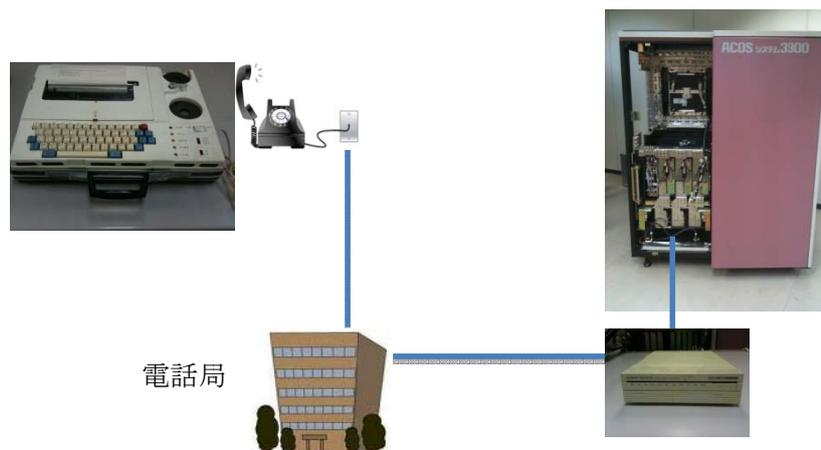

図 2 ポータブルプリンタから ACOS 利用
展示品 5は左から「TSSの使い方」説明書、ポータブルプリンタ、モデム装置です。「TSSの使い方」はセンター教職員と利用者の協同により ACOS での TSS（タイムシェアリングシステム）の使い方について、初心者を対象に分かり易く書かれた説明書です。利用者から好評を得た説明書の一つでした。ACOS-6 (OS) の TSS は非常に使い勝手がよく、また、そこで提供されていたテキストエディタの評判もよいものでした。中央はポータブルプリンタです。蓋をかぶせるとアタッシュケースのような型となり持ち運びができます。利用者はこの端末で研究室、あるいは自宅からも TSS を利用することができました。電話の受話器を端末の受け口（右側の黒いところ）にセット、電話機からセンターに設置してあるモデムの電話番号を回し、電話回線経由で端末とモデム装置を接続します。右側のモデム装置（変調復調装置）はセンター側に設置されていたもので、電話回線からのアナログ信号をデジタル信号に変換し ACOS に送信するものです。ポータブルプリンタから ACOS 利用のイメージは、図 2 のようになります。